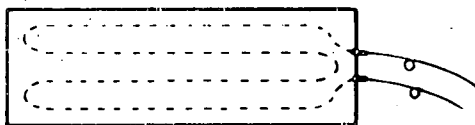

Fig. 2
- b Retire o isolamento térmico da travessa (fig. 2).